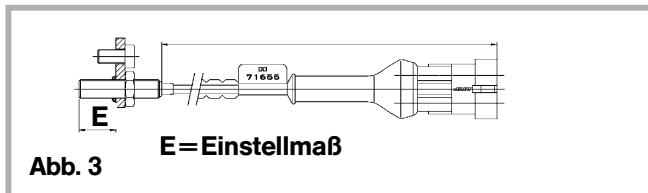

Abb. 3
- Voreinstellung des Sensors überprüfen. **Der Sensor ist für RO\*400 T1 und RO\*430 T2 voreingestellt.** Bei den anderen Typen muss das Maß E (s. Abb. 3) entsprechend der Tabelle neu eingestellt werden